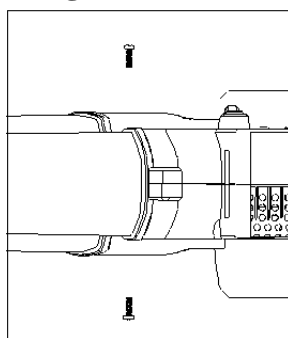

Fig. 6
2. Estrarre dalla confezione le due viti contenute nella busta del manuale; l'utente deve assemblare le viti (ST4 x 14) fino a quando non si collegano bene. Fare riferimento alla Fig. 6.